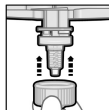
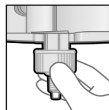

Fig. 3
Fig. 4.1
5. Si la punta de mezclado está bien posicionada (Fig. 3), deslice el anillo de fijación Dynamix sobre la punta de mezclado hasta el tope y gírelo hacia la derecha (1/4 de vuelta) hasta que quede bien fijado (Figs. 4.1, 4.2, 5).